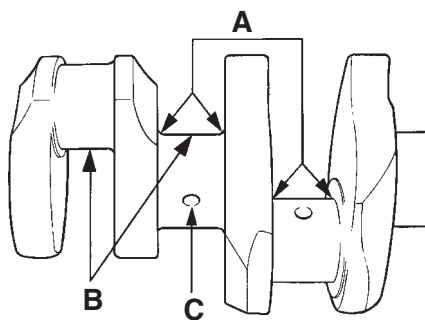

Fig. 73 Contrôle des rayons de congé
1. Rectifier le vilebrequin dans une rectifieuse au cote de dimension inférieure conformément aux «Caractéristiques techniques». Le fini de surface 1,6 Z ($\nabla\nabla\nabla$) pour les surfaces de palier (B, figure 73) et les rayons de congé sera obtenu par toilage avec du papier émeri N° 400.